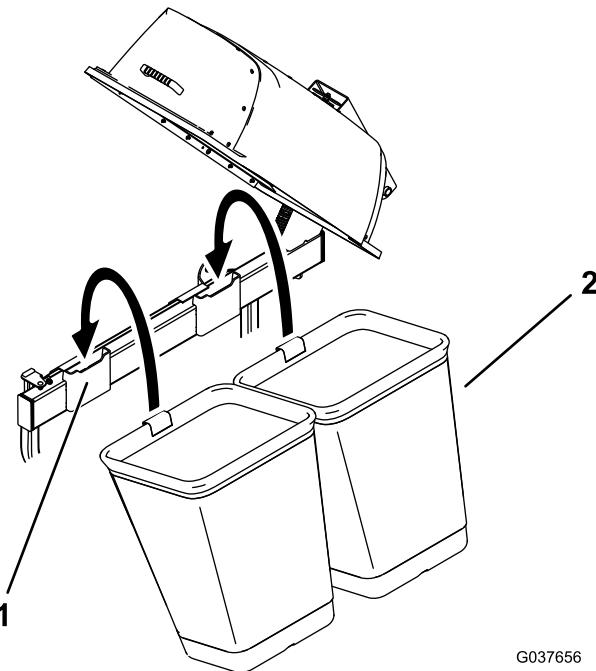

Figura 18
- Montate i cesti sui relativi supporti (Figura 18).